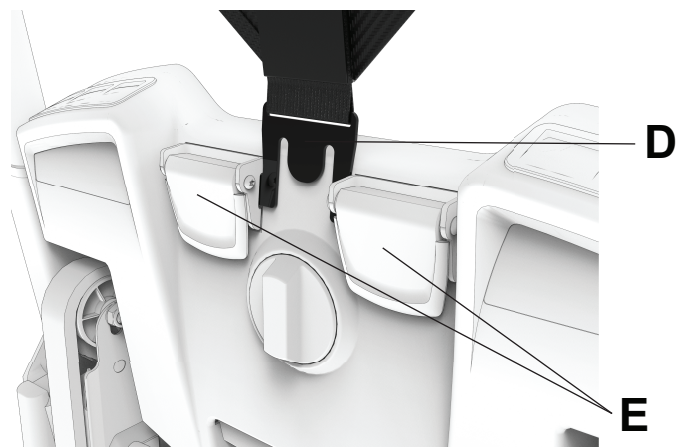

Abbildung 32 – Haken einschieben
- Den Kunststoffclip (D) unten an der Kopfstütze zwischen die beiden schwarzen PCS-Nockenhebel (E) an der Rückseite des Stuhls schieben (Abbildung 32).